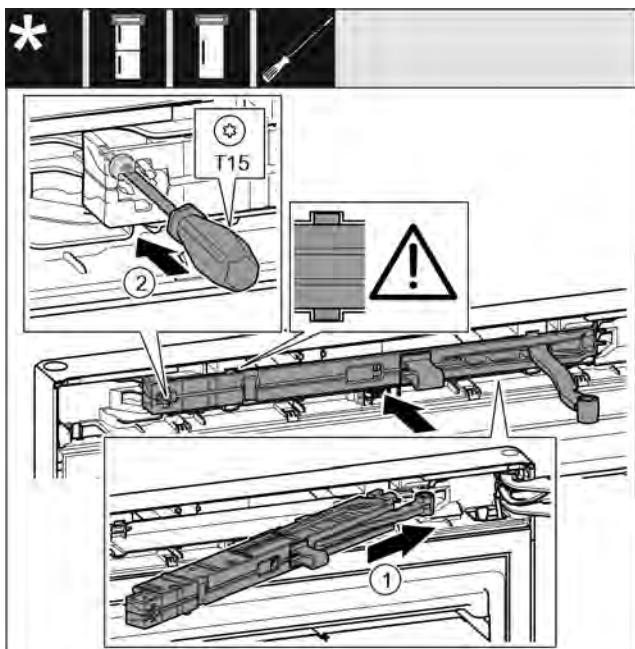

Fig. 20
- Вставьте узел амортизатора в выемку со стороны опорного кронштейна под наклоном до упора. Fig. 20 (1)
- Затяните винт отверткой T15. Fig. 20 (2)